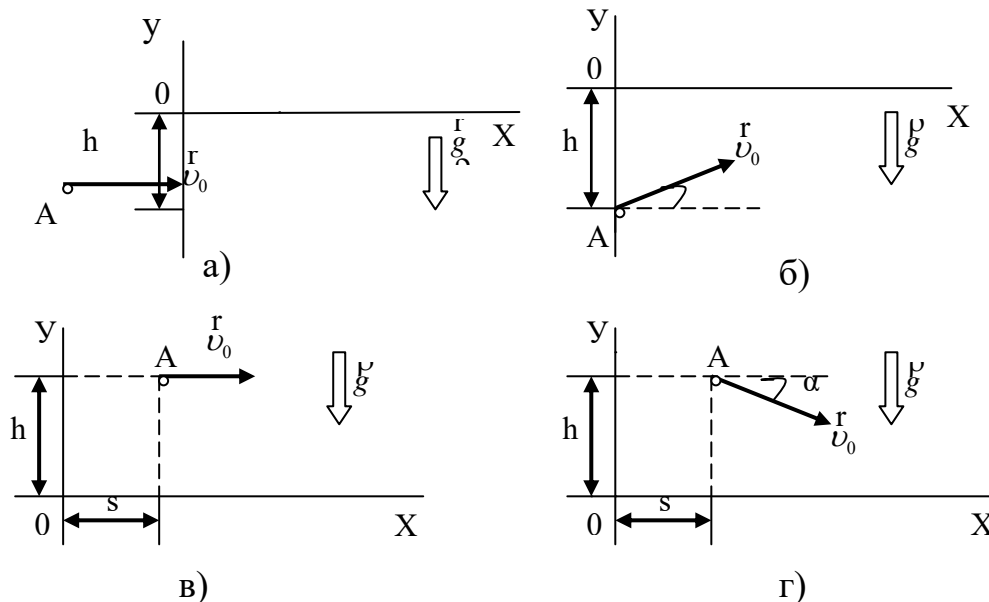

Рис.1
9. Написать для четырёх случаев, представленных на рис. 1: 1) кинематические уравнения движения $x=f_1(t)$ и $y=f_2(t)$; 2) уравнение траектории $y=\varphi(x)$. На каждой позиции рисунка – a , b , v , z – изображены координатные оси, указаны начальное положение точки A , её начальная скорость v_0 и ускорение g .